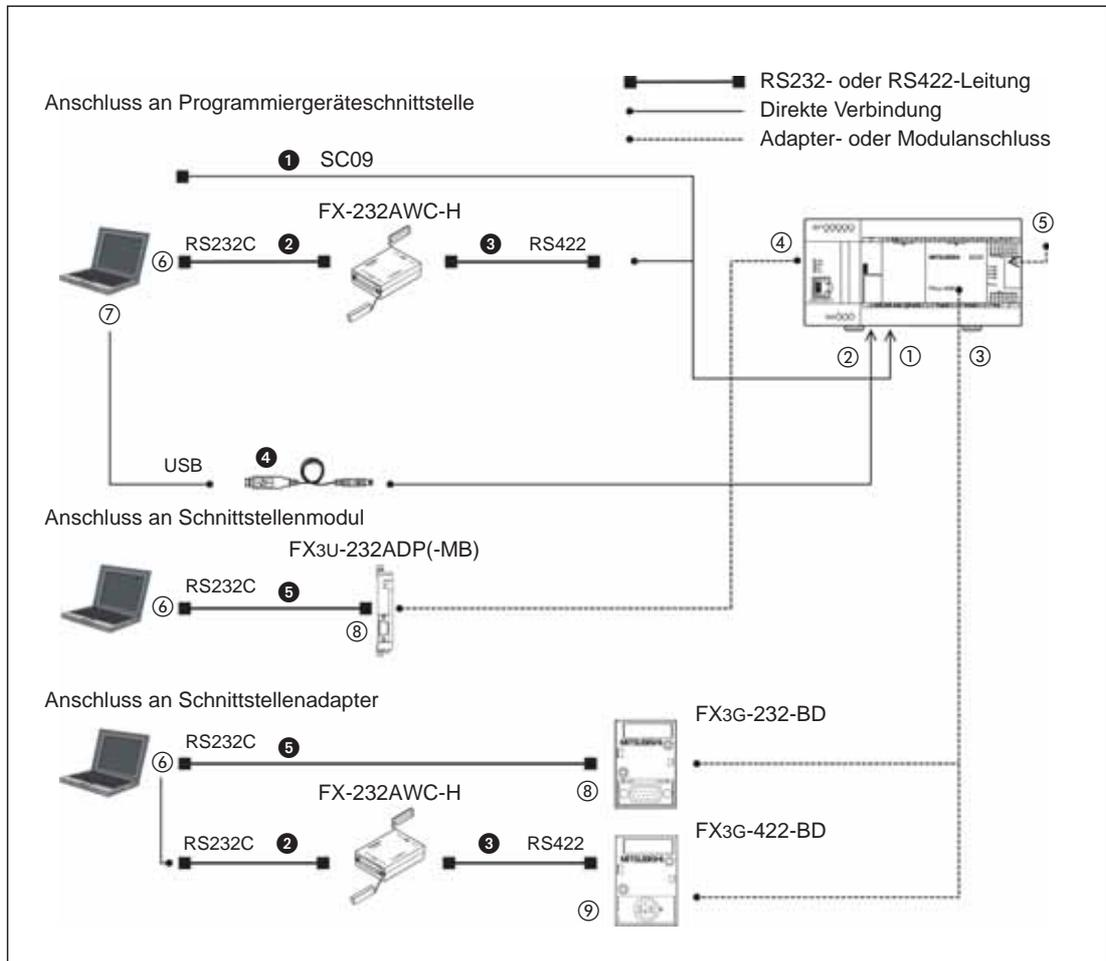

Abb. 2-5: Anschlussmöglichkeiten für ein Programmiergerät
Tab. 2-17: Schnittstellen in Abb. 2-5
Tab. 2-18: Kabel in Abb. 2-5
- Integrierte Programmiergeräteschnittstelle (RS422) oder Schnittstellenadapter FX3G-422-BD (Zum Anschluss an die RS232C-Schnittstelle eines PCs ist ein Programmierkabel SC09 oder ein RS232/RS422-Konverter FX-232AWC-H erforderlich, siehe Abb. 2-5.)